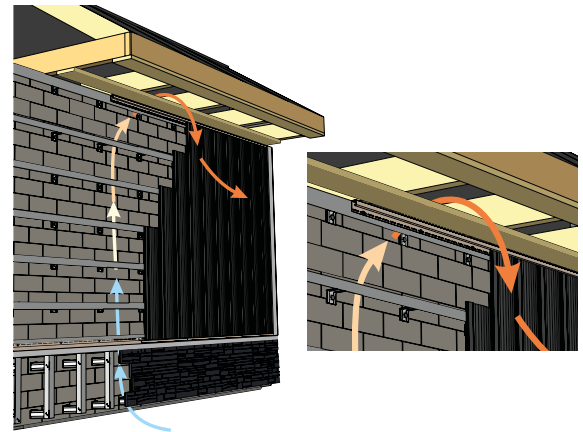

Рисунок 15
- 9.6 Софитная группа не должна перекрывать вентиляционный канал, не мешать движению воздуха под сайдингом (рис. 15).